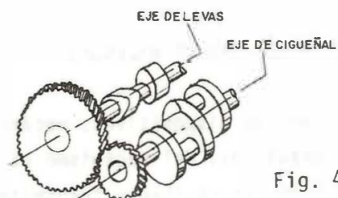

Fig. 4
- a. Con engranajes dentados, cuyos dientes pueden ser rectos o helicoidales (fig. 4).